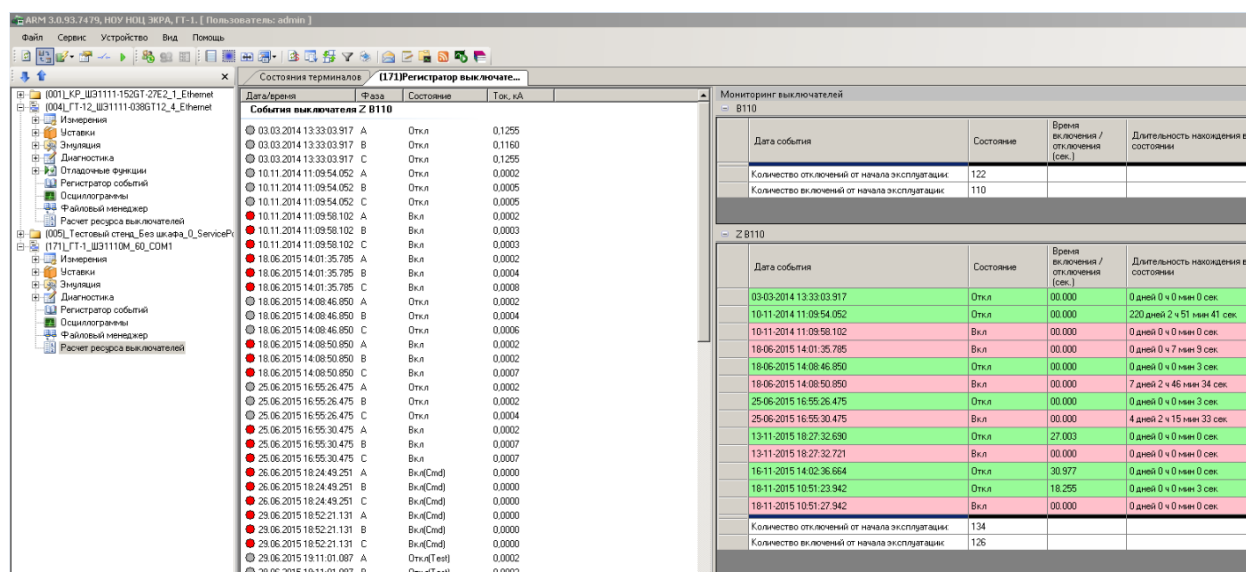

Рисунок 2.127
– Токи на момент события – отображает значения сохраняемых векторов на момент события. Также отражены таблицы отключений и включений **на текущий момент**, а не на момент события (см. рисунок. 2.127);